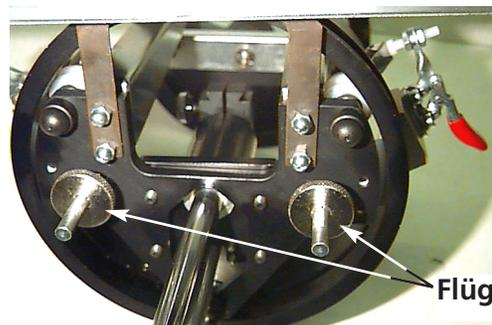

Abbildung 3-9
1. Lösen Sie die zwei Flügelmutter, die sich hinten am Weitwinkelkappenrahmen befinden (siehe Abbildung 3-9).